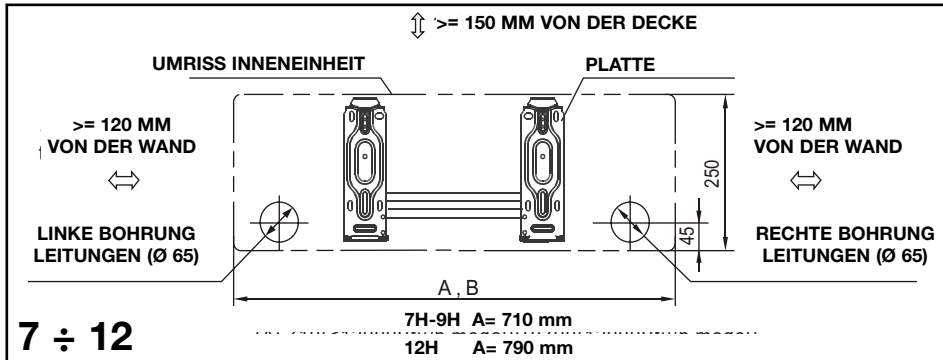
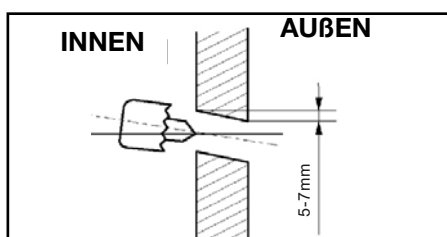

Abb. 1b
Abb. 2
4. In der Wand die durchgehenden Bohrungen für die Leitungen und die Stromanschlüsse (D. 65 mm, 95 mm mod. 24) bohren (Abb. 1b, 1c, 1d). Das Loch für die Abflussleitung muss nach außen hin geneigt sein und der Ausgang muss 5-10mm tiefer liegen als der Eingang, damit das Kondenswasser abfließen kann (Abb. 2).